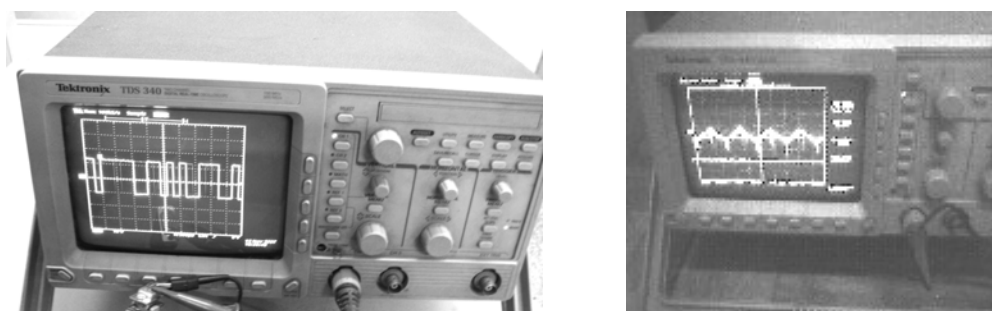

图 2 串口波形
2、同时用示波器测试仪表串口, 正常的波形应该是图 2 左边那样的方波, 右边的为杂波, 可以断定串口已坏, 而现场测得正是右边那样的波形。如果没有示波器可用另一种方法: 让计算机读取仪表数据 (可以用 X P 自带的终端仿真软件, 也可使用串口助手软件), 在口和波特率都正确的情况下仍然无法读取, 可以断定口已经损坏。用这方法建议加装光电隔离器以保护计算机串口。